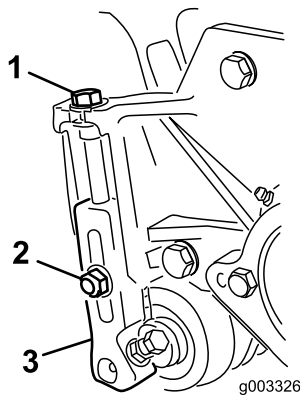

Рисунок 10
3. Ослабьте контргайки, которые крепят кронштейны высоты скашивания к боковым пластинам режущего блока (Рисунок 10).